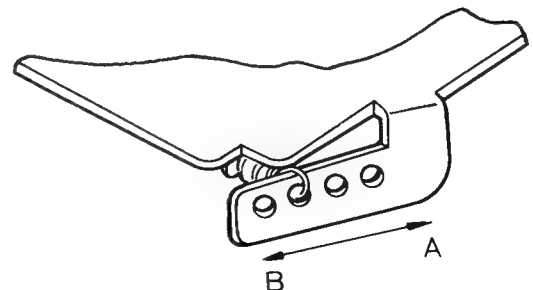

Abb. 7-16
- 1) Wenn der Bandzug unter 23 bis 28 g beträgt, korrigiert man die Aufhängung der Feder in Pfeilrichtung A, Abb. 7-16 und überprüft nochmals.
- 2) Wenn der Bandzug größer als 23 bis 28 g ist, korrigiert man die Aufhängung der Feder in Pfeilrichtung B, Abb. 7-16 und überprüft nochmals.